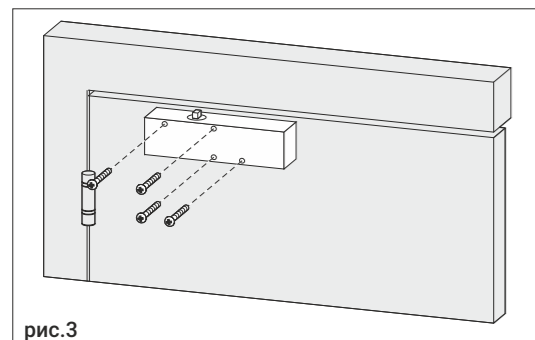

рис.3
1. Установите доводчик таким образом, чтобы винты регулировки CLOSING SPEED и LATCH SPEED находились со стороны петель, зафиксируйте обязательно четырьмя винтами M5 (шурупами), рис. 3. Установка на два или три винта (шурупа) не допускается!